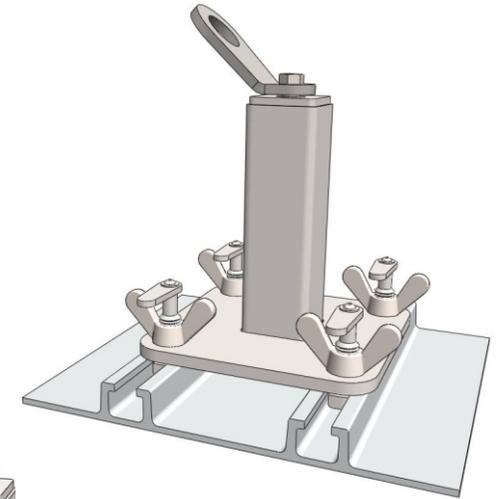

Рис.5
- Установите анкерный столбик на монтажные рельсы таким образом, что бы все 4 шпильки попали в пазы (рис. 5).